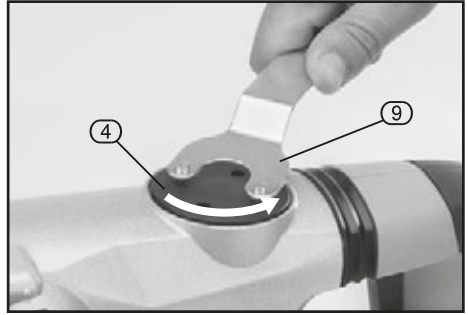

FIG.14
10.1 GEARBOX MAINTENANCE – FIG. 14